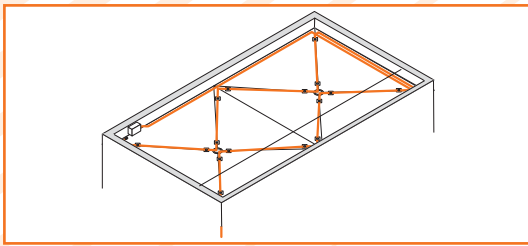

Рисунок 4.5. Схема размещения клипс GMK-RC на плоской кровле (клеевое крепление)
- На плоской кровле используйте одну клипсу на каждые 0,3-1 м длины нагревательного кабеля (рис. 4.5).